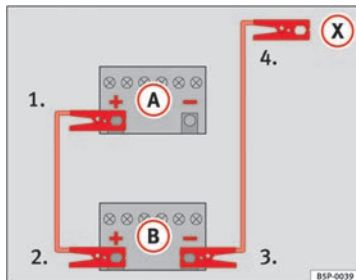
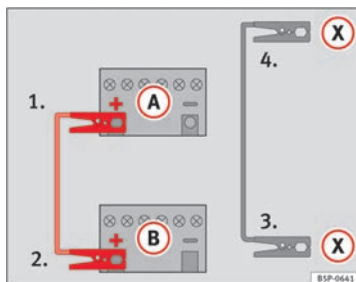

Abb. 172 Anschlussschema für Fahrzeuge ohne Start-Stopp-System.
Abb. 173 Anschlussschema für Fahrzeuge mit Start-Stopp-System.
- Klemmen Sie ein Ende des *roten* Starthilfekabels an den Pluspol (+) des Fahrzeugs mit der entladenen Fahrzeugbatterie (A) an $\Rightarrow$ Abb. 172.
- Klemmen Sie das andere Ende des *roten* Starthilfekabels an den Pluspol (+) des stromgebenden Fahrzeugs (B) an.
- Klemmen Sie ein Ende des *schwarzen* Starthilfekabels an den Minuspol (-) des stromgebenden Fahrzeugs (B) $\Rightarrow$ Abb. 172.
- Klemmen Sie das andere Ende des *schwarzen* Starthilfekabels (X) im Fahrzeug mit der entladenen Batterie an ein mit dem Motorblock verschraubtes massives Metallteil oder an den Motorblock selbst, aber an einer weit von der Batterie (A) entfernten Stelle an.
- Klemmen Sie ein Ende des *roten* Starthilfekabels an den Pluspol (+) des Fahrzeugs mit der entladenen Fahrzeugbatterie (A) an $\Rightarrow$ Abb. 173.
- Klemmen Sie ein Ende des *schwarzen* Starthilfekabels (X) an einen geeigneten Masseanschluss, ein massives, fest mit dem Motorblock verschraubtes Metallteil oder an den Motorblock selbst an $\Rightarrow$ Abb. 173.
- Klemmen Sie das andere Ende des *schwarzen* Starthilfekabels (X) im Fahrzeug mit der entladenen Batterie an ein mit dem Motorblock verschraubtes massives Metallteil oder an den Motorblock selbst, aber an einer weit von der Batterie (A) entfernten Stelle an. $\blacktriangleright$